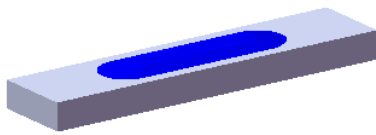

图 17.10.31 创建放样特征
Step6. 创建图 17.10.31 所示的零件特征——放样 1。